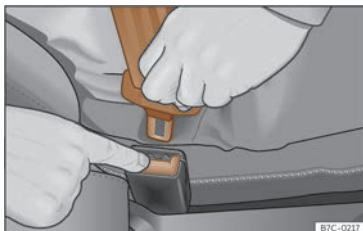

Fig. 23 Relâcher la languette du boîtier de verrouillage la fermeture de la ceinture.
- Appuyez sur la touche rouge du boîtier de verrouillage >>> **fig. 23.** Le pêne sera expulsé du boîtier de verrouillage.